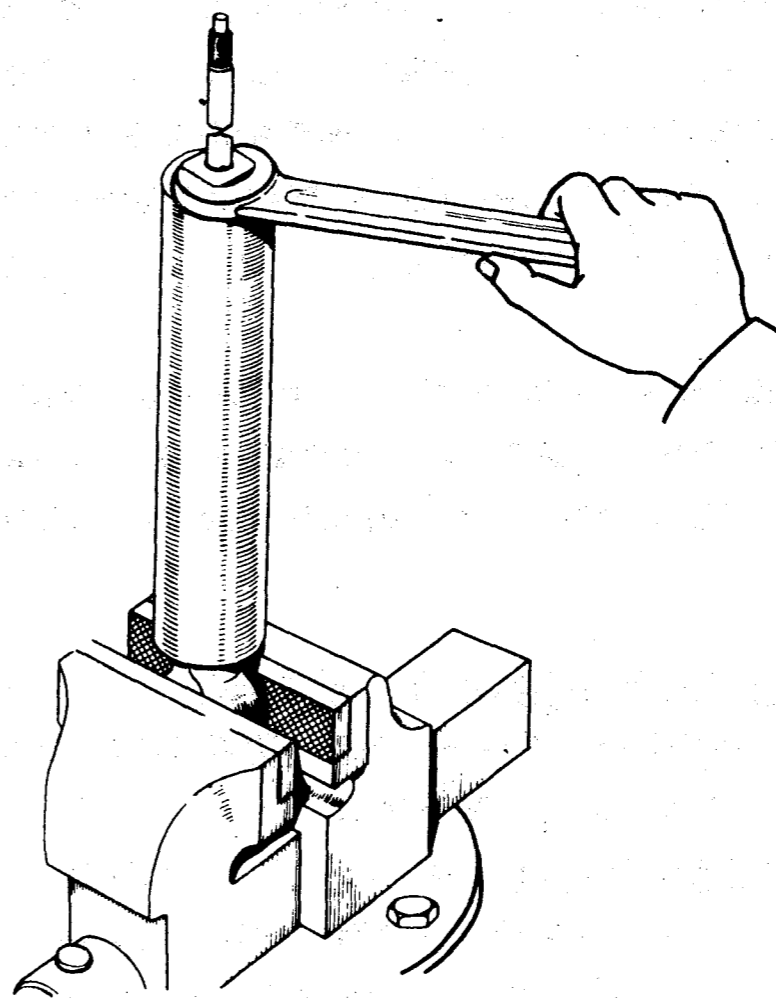

Рис. 154. Отвертывание гайки резервуара амортизатора
1. Зажать амортизатор в тиски за нижнюю проушину в вертикальном положении, как показано на рис. 154.